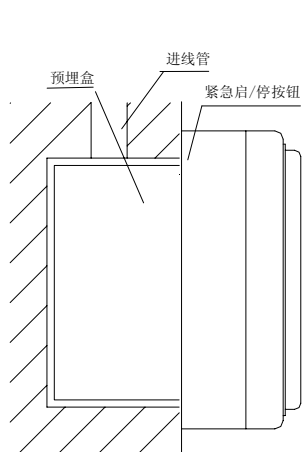
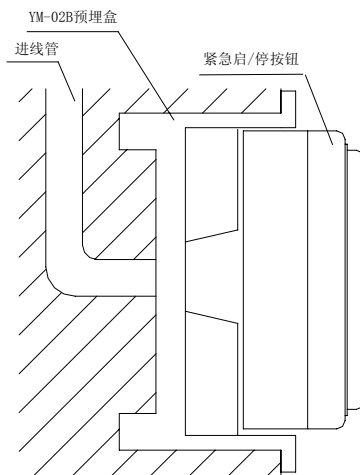
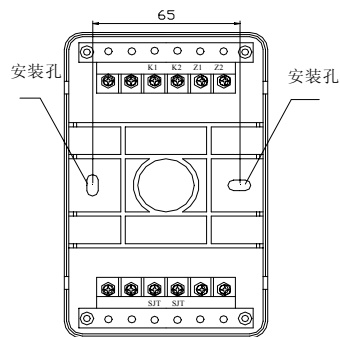

图 2 明装方式
图 3 暗装方式
图 4 端子示意图
1. 按钮底壳与上盖之间采用插接方式, 底壳侧面及底部各有一敲落孔, 可采用明装和暗装方式, 安装时应注意方向。明装时可将底壳安装在预埋盒上, 安装孔距见图 4, 安装方式如图 2 所示; 暗装时可采用我公司生产的 YM-02B 型专用预埋盒, 如图 3 所示。
2. 端子示意图如图 4 所示。